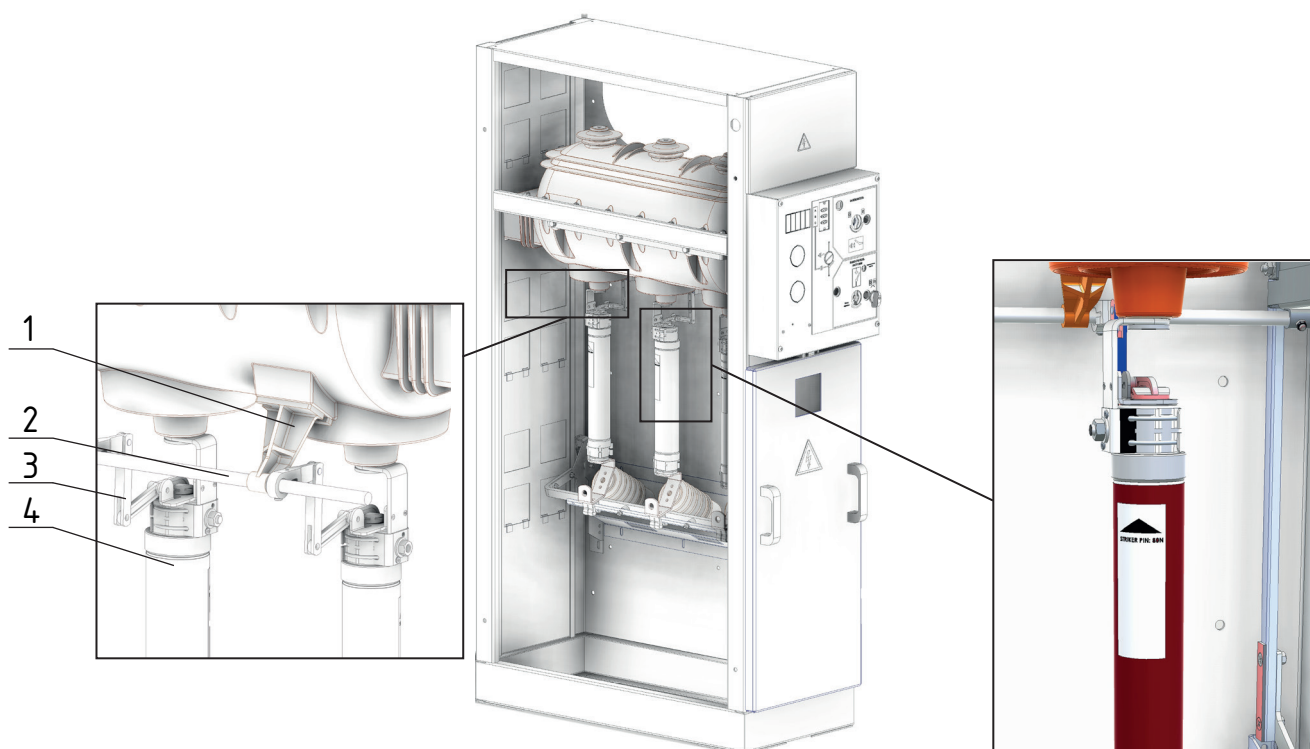

Рис. 7 Механизм отключения при перегорании предохранителя:
- автоматическое отключение ВН при перегорании предохранителя (рис. 7);
Механизмом отключения выключателя нагрузки при перегорании предохранителя комплектуются аппараты типа «Т». При перегорании предохранителя хотя бы одной из фаз происходит автоматическое отключение аппарата. Механизм представляет собой систему рычагов и тяг (рис. 7), передающих движение от бойка предохранителя на спусковой механизм привода. Стрелками показаны направления движения рычагов и тяг при срабатывании механизма. Предохранители с бойком должны быть установлены указателем направления движения бойка в сторону механизма автоматического отключения выключателя.